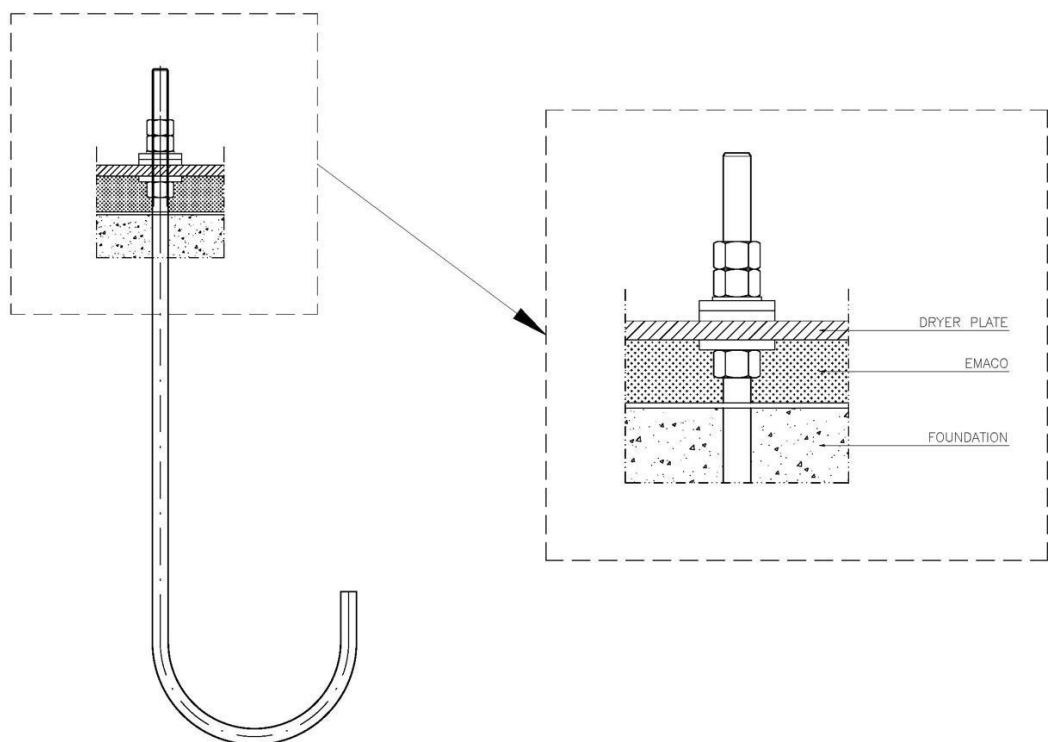

рисунок 27 Заполнение пространства цементным раствором типа 'Emaco'
- Заполните пространство под пластиной цементным раствором, с высокой устойчивостью к расширению, таким как EMACO, в соответствии с UNI EN 1504-3 и UNI EN 1504-6 (рисунок 27 и рисунок 28).